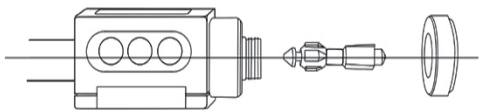

图 7.2
- (4) 用酒精清洁冲击体
- (5) 装回冲击体（注意 冲击球头应朝向支撑环的方向如图7.2所示）；
- (6) 拧上支撑环。